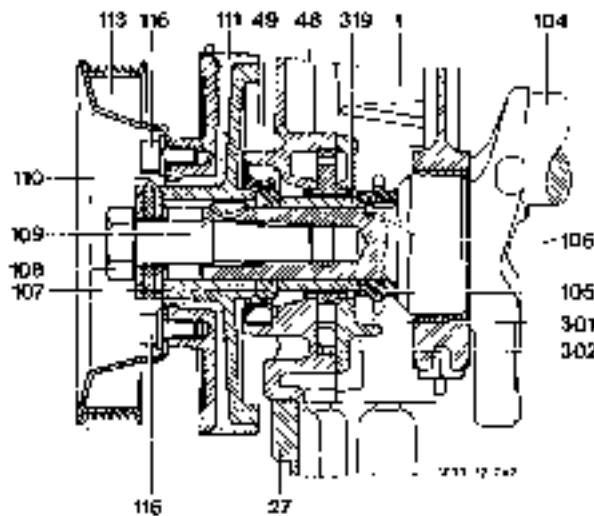

Figura 03/4
Conforme a la transmisión por correa única (de nervos trapecoidales), la polea tiene 6 ranuras. Va fijada al antivibrador mediante 6 tornillos M 8 x 16 (116) (figura 03/3).